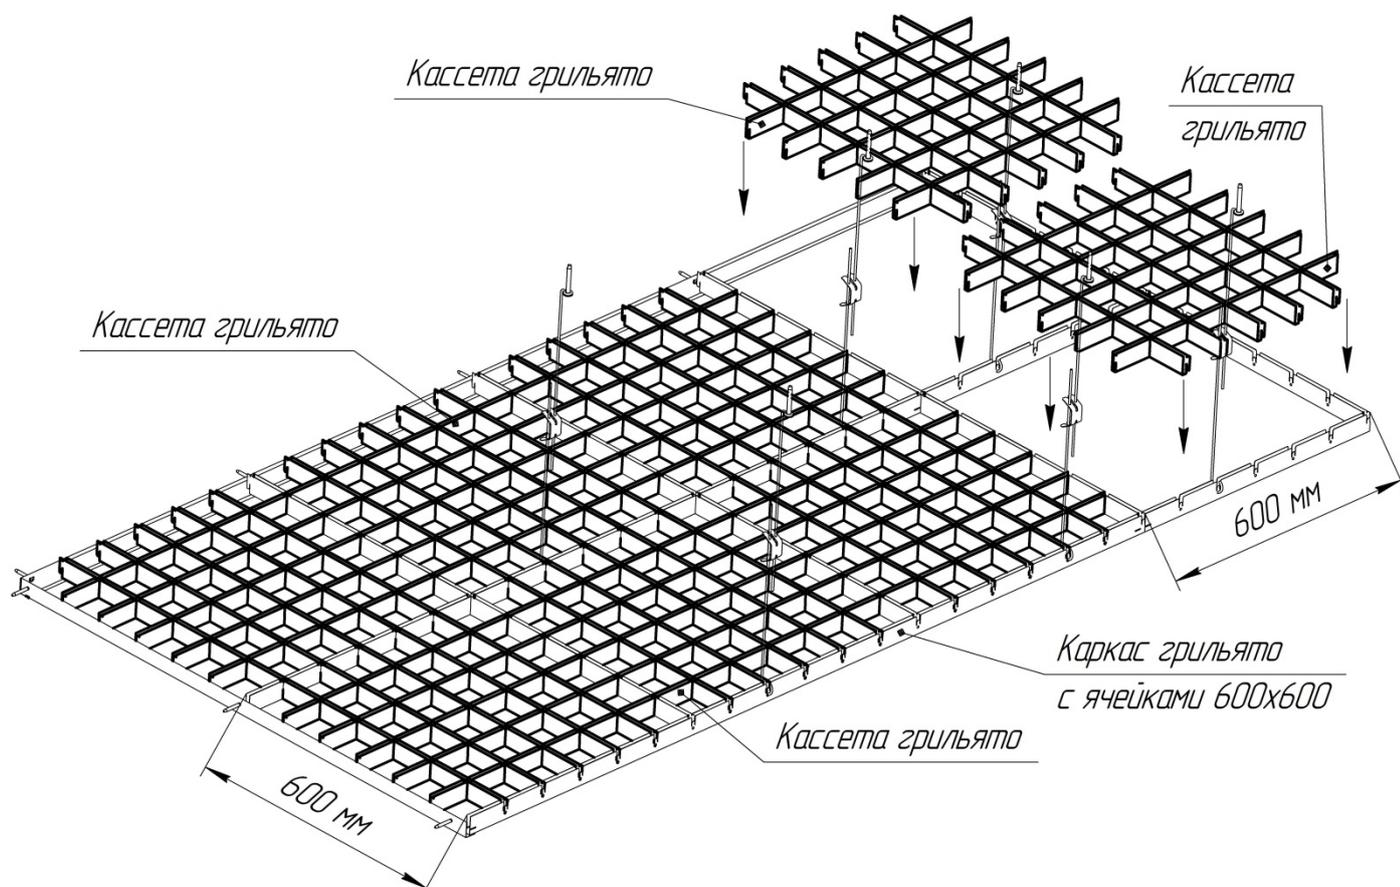

Рис. 8 Установка кассет потолка «Грильято» АМТТ.
12. Произвести монтаж кассет потолка «Грильято», расположив их в ячейках каркаса через пазовые соединения (см. рис.8). В местах, примыкающих к стене, произвести обрезку кассет потолка по размерам конечной ячейки. Кассета обрезается только в тех местах, которыми базируется на уголок пристенный.
1. Движением руки приподнять кассету вертикально вверх на расстояние 60...100мм (в направлении, противоположном указанному на рис. 8)
5. После завершения работ по обслуживанию коммуникаций произвести монтаж кассет потолка «Грильято» в последовательности, обратной демонтажу. При этом расположить кассеты в ячейках каркаса через пазовые соединения (см. рис.8).